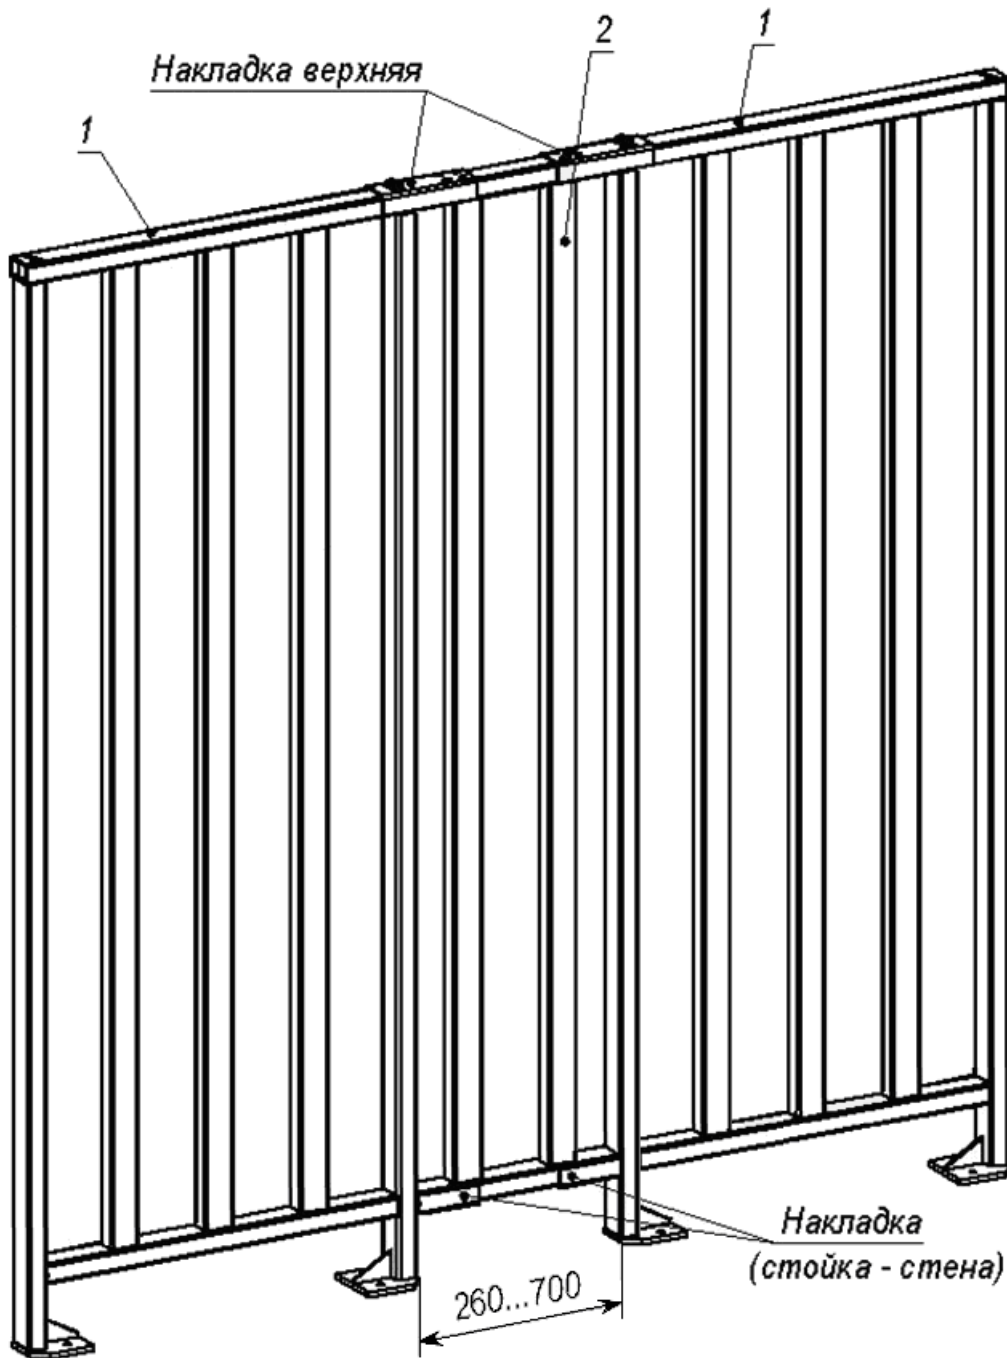

Рисунок 2 Вариант использования ограждения:
6. Дополнительную секцию ограждения подрежьте в размер по месту. При необходимости допускается уменьшение длины дополнительной секции до 260 мм (см. рис. 2).